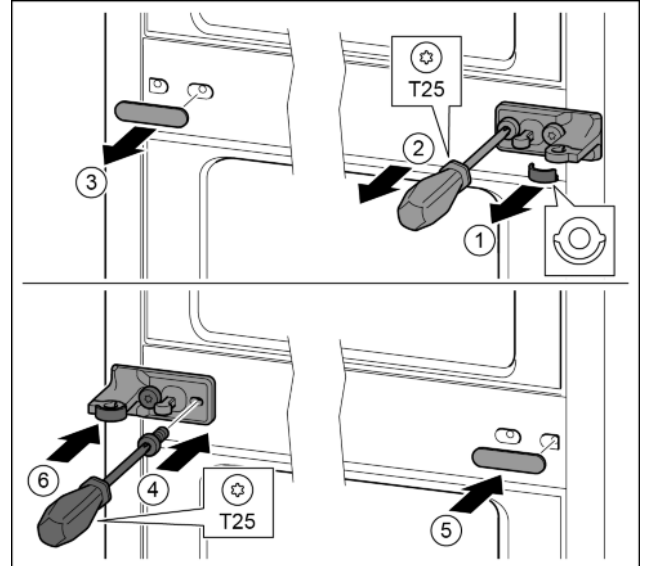

Fig. 33
- ▶ Зніміть перстину. Fig. 33 (1)
- ▶ Викрутіть гвинти за допомогою викрутки T25. Fig. 33 (2)
- ▶ Обережно зніміть кришку. Fig. 33 (3)
- ▶ Опорний кронштейн із плівкою, повернутий на 180°, закріпіть гвинтами з іншого боку. Fig. 33 (4)
- ▶ Почепіть кришку, що повернута на 180°, з іншого боку праворуч. Fig. 33 (5)
- ▶ Встановіть шайбу спереду. Fig. 33 (6)